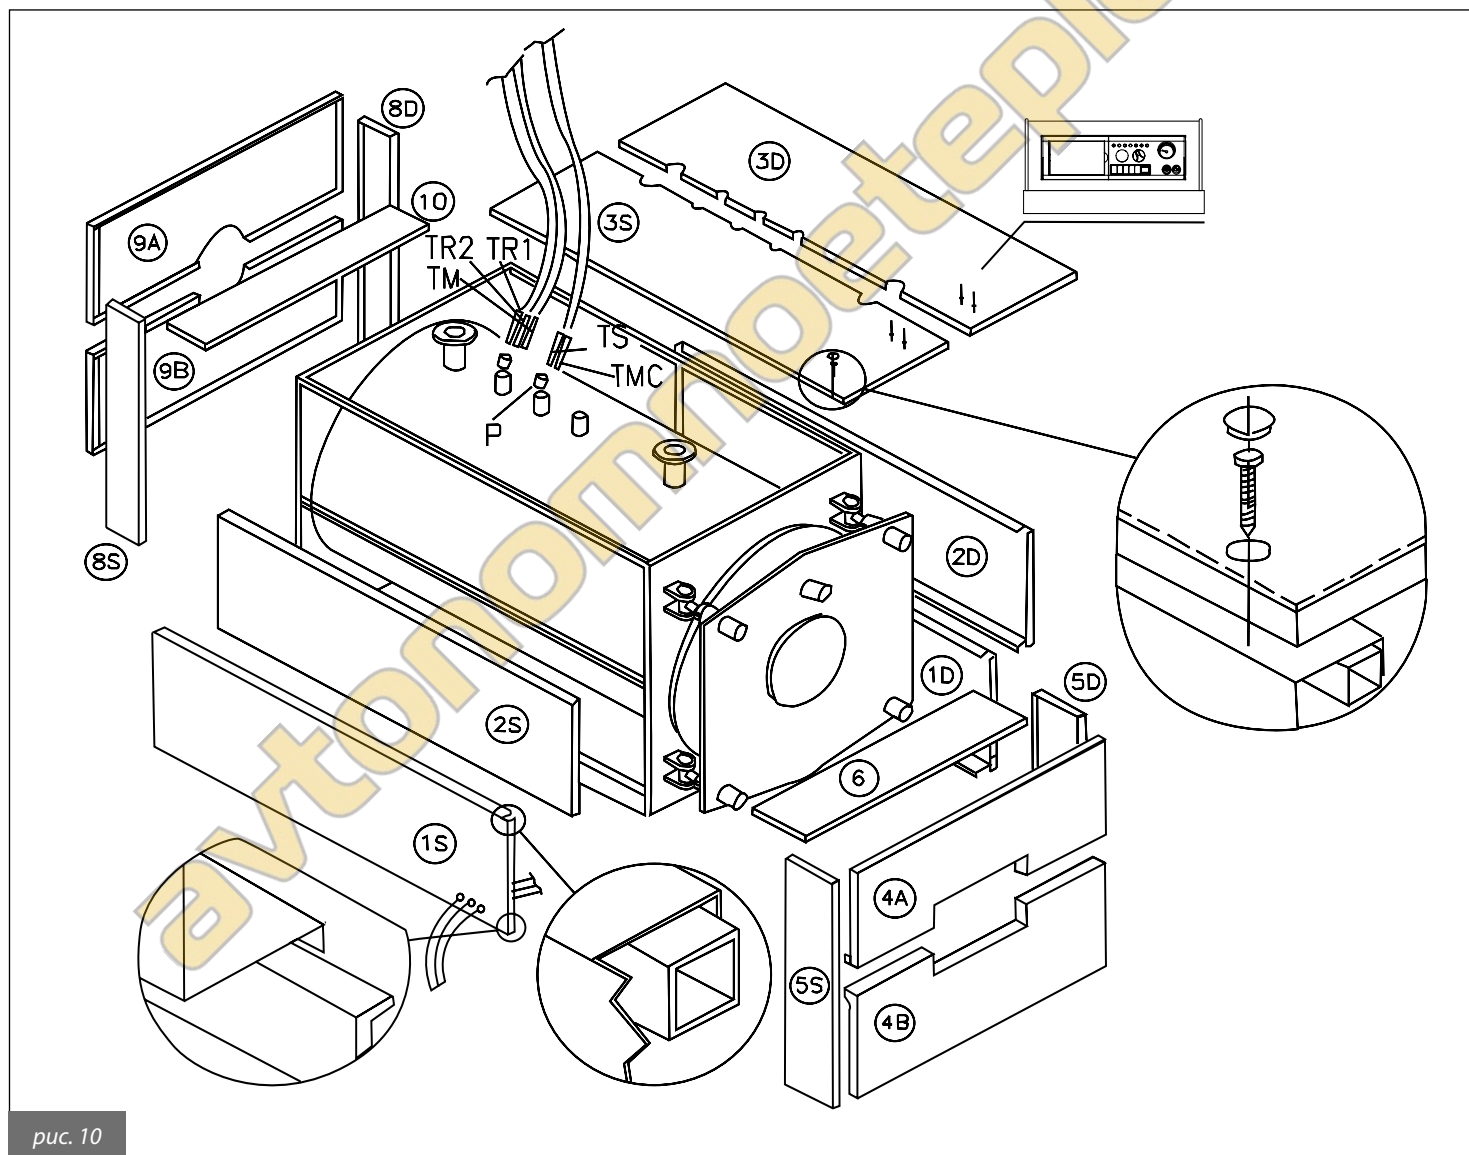

рис. 10
4.2. Обшивка котла панелями для RODI DUAL и RODI DUAL HR 500÷1300 (рис. 10)
- d) Установить верхнюю панель (3S) на котле и закрепить на ней пульт управления. Размотать капилляры термостатов и термометра и установить держатели в соответствующие колодцы (P).
- f) Установить панели (5S) (5D), закрепляя на боковых панелях с помощью соответствующих скоб, после чего установить передние панели (4B) и (4A), закрепляя их на панелях (5S) и (5D). Закрыть обшивку дверцы верхней панелью (6), закрепив ее винтами и закрыв проходные отверстия заглушками (см. рис. 10).
- g) Установить панели (8S) и (8D), закрепляя их на боковых панелях с помощью соответствующих скоб, после чего установить передние панели (9B) и (9A), закрепляя их на панелях (8S) и (8D). Закрыть обшивку дымохода с помощью верхней панели (10), закрепив ее винтами и закрыв проходные отверстия заглушками.